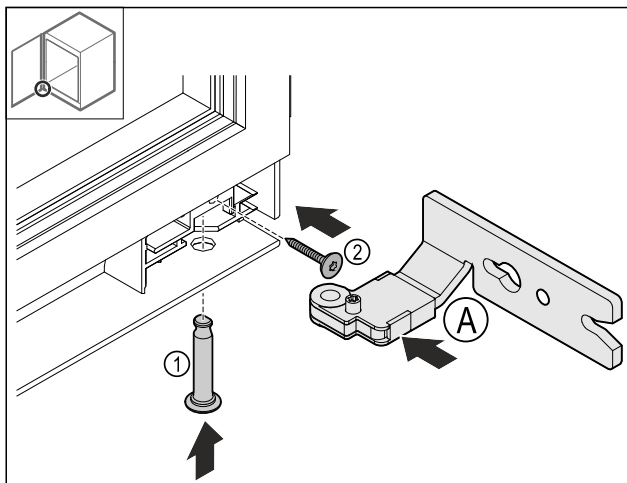

Fig. 26
- Indsæt det nederste hængsel Fig. 26 (A).
- Indsæt bolten Fig. 26 (1), og hold den fast.
- Skru skruen Fig. 26 (2) fast.